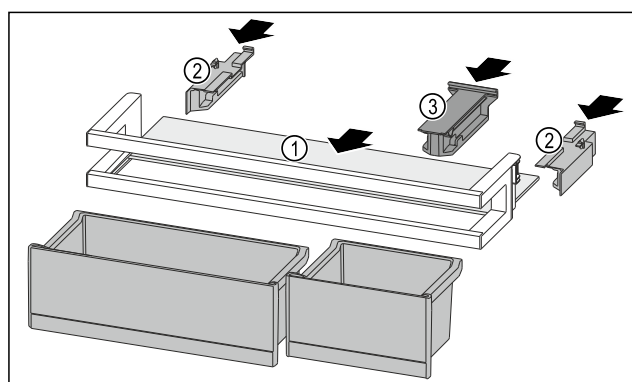

Fig. 278
- Abstellfläche Fig. 278 (1) in die seitlichen Aussparungen einschieben.
- Seitenteile Fig. 278 (2) einsetzen.
- Halteteil Fig. 278 (3) einsetzen.